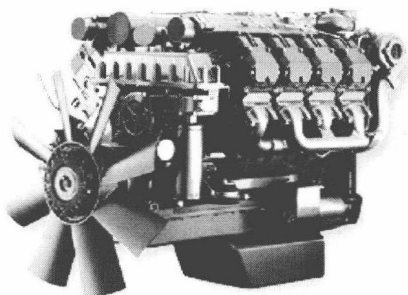

图 1-3 BF8M1015 柴油机
② 水冷柴油机 20 世纪 90 年代初，该公司又开发研制出了崭新的水冷柴油机 [如 BFM1011、BFM1012、BFM1013、BFM1015（如图 1-3 所示）等系列机型，功率范围从 30kW 到 440kW]，新系列柴油机具有体积小、功率大、噪声低、排放好、冷启动容易等特点，能满足排放法规，具有广泛的市场前景。